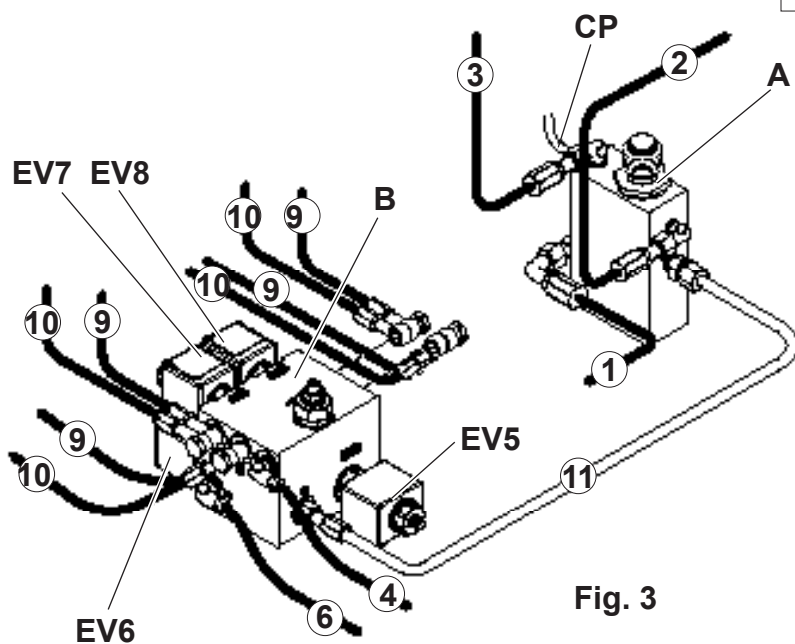

Fig. 3
- Collegare i tubi della pedana P1 (1-2) sul blocco valvole (A) mediante gli appositi raccordi.
- Collegare il tubo di drenaggio (5) alla centralina.
- Collegare i tubi (4) e (6) alla centralina.
- Riempire il serbatoio (7) con olio ESSO NUTO H32 od equivalente.
- Collegare le due valvole di blocco (A e B) tramite il tubo (11).
- Collegare i cavi elettrici dalla centralina alle elettrovalvole EV5-EV6-EV7-EV8 e al pressostato CP (Fig.3)